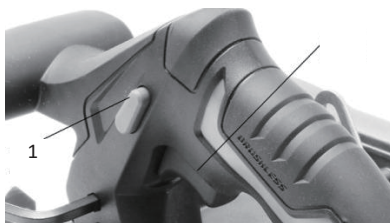

Fig. 5
6.2 Włączanie i wyłączanie (Rys. 5)
- a) Uruchomić pilarkę tarczową, naciskając najpierw wyłącznik bezpieczeństwa (1), a następnie włącznik (2).
- b) Dolna osłona tarczy (18) otwiera się automatycznie po pchnięciu pilarki do przodu. Nie otwierać dolnej osłony tarczy (18) ręcznie.
- c) Wyłączyć pilarkę tarczową, zwalniając włącznik (2).